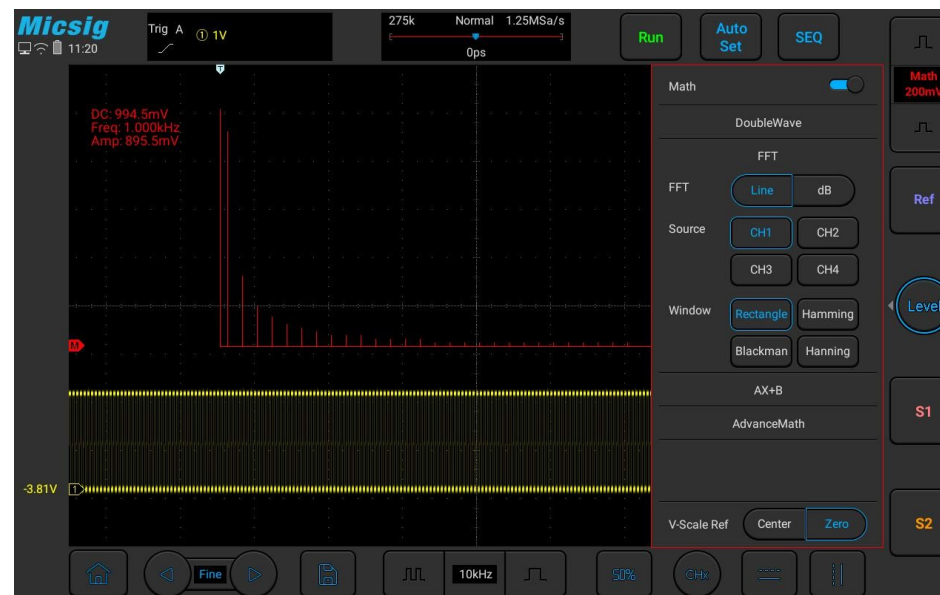

Abbildung 8-3 FFT-Fenster
- 2) Tippen Sie auf den Spektraltyp „Line/Decibel“ unter „“, um das FFT-Fenster zu öffnen (siehe Abbildung 8-3 FFT-Fenster).